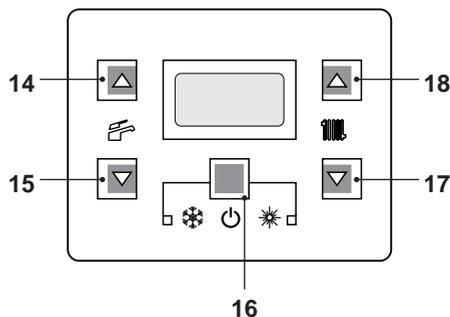
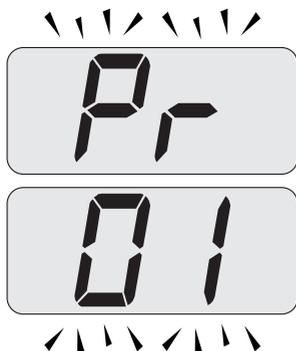
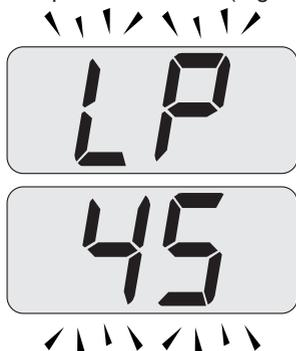
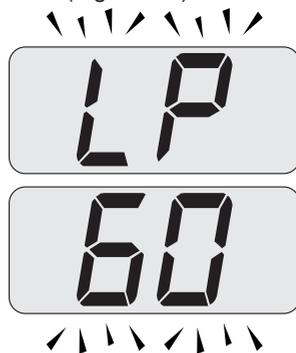

Figura 7.2
Figura 7.3
Figura 7.4
Figura 7.8
- Entrare in "modalità programmazione" premendo contemporaneamente per 10 secondi i tasti 16 - 17 - 18 (Figura 7.2) fino a far apparire sul display LCD le lettere **Pr** che si alternano con il codice **01**, indicanti l'entrata nel "parametro 01" (Figura 7.3).
- Premere contemporaneamente i tasti 17 e 18 (Figura 7.2) fino a far apparire sul display LCD le lettere **LP** che si alternano con il valore di temperatura dell'acqua di riscaldamento (es. **45**), indicanti l'entrata nell'attivazione della "funzione spazzacamino" alla potenza minima (Figura 7.4).
- Premere il tasto 18 (Figura 7.2) per entrare in modalità "spazzacamino alla potenza minima in riscaldamento". Sul display appare **hP** alternato alla temperatura dello scambiatore primario (Figura 7.5).
- Premere il tasto 17 (Figura 7.2) fino a far apparire sul display LCD le lettere **LP** che si alternano con il valore di temperatura dell'acqua di riscaldamento (es. **60**), indicanti l'entrata nell'attivazione della "funzione spazzacamino" alla potenza minima in sanitario (Figura 7.8).
- Spegner la caldaia tenendo premuto per 2 secondi il tasto 16 (Figura 7.2) fino a far apparire sul display LCD il simbolo  (Figura 7.9).